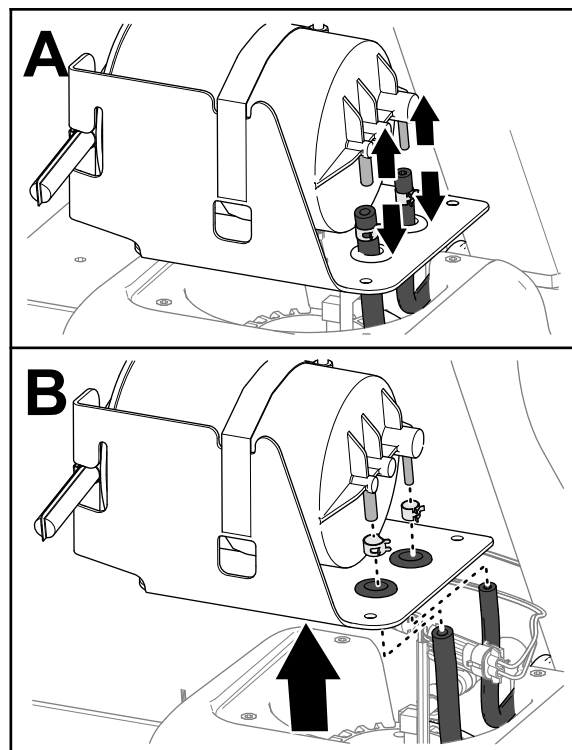

図 80
4. フィッティングからホースを外す 図 80。
5. ホースからホースクランプを外す 図 80。
6. カーボンキャニスタを燃料タンクから外す 図 80。